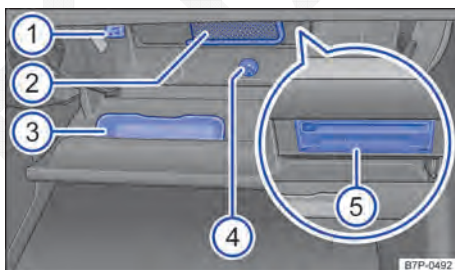

Fig. 149 Porta-objetos aberto no painel de instrumentos.
Legenda para Fig. 149:
No porta-objetos encontra-se um compartimento para unidades de armazenamento de dados externas (por exemplo, MP3-Player) ⇒ Fig. 149 ② e um porta-óculos ③.